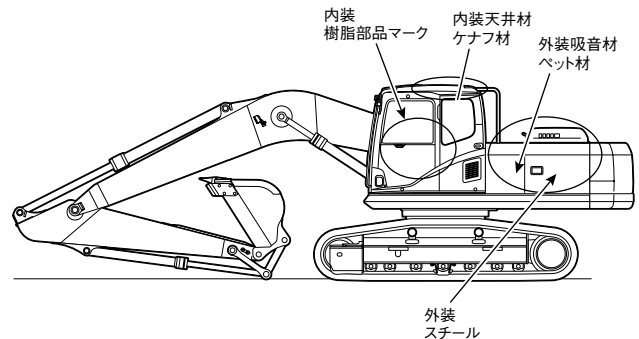

図12 リサイクルを考えた素材
- (2) 周囲の騒音低減を実現するために、音を出す源を低騒音化し、出た音の外部への漏れ出しを遮断した。音源の対策として、エンジンのファンの風切り音を低減させるベルマウスシュラウドを採用し、エンジンにも吸音材や遮音材を装着し、エンジンの発する音を低減した。また、大容量で大トルクの旋回モータの採用で、旋回時の油圧音や機械音を低減した。音の遮断のために、外装のドアを板金の2重構造とし、更に吸音材も貼り付けた。その結果、国土交通省の97年度低騒音基準106dB(A)に対して、102dB(A)の音響パワーレベルを達成し、EUの騒音規格も満足した。
- (3) 「エコモード」は、アクティブモード比でCO₂の排出量を20%低減する、環境モードにした。
- (4) リサイクルを考えて、吸音材はペットボトルの材料であるペット材を採用した。キャブの天井材は天然繊維のケナフ材を使用し、樹脂材料にはすべて材料記号を表示した。(図12)